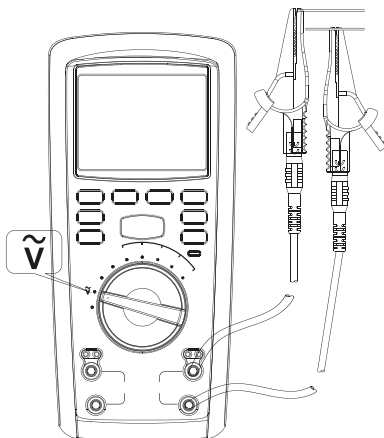

Рис. 3 Измерение напряжения переменного тока
8.1 Измерение напряжения переменного тока (см. рис. 3)